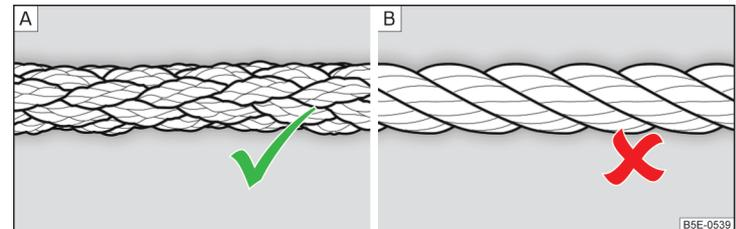

Abb. 339 Geflochtenes Abschleppseil / Gewundenes Abschleppseil
Zum Abschleppen mittels eines Abschleppseils nur ein geflochtenes Kunstfaserseil » Abb. 339 - [\[A\]](#) verwenden » !.
- Zum Abschleppen ist kein gewundenes Abschleppseil zu verwenden » Abb. 339 - [\[B\]](#), die Abschleppöse könnte sich am Fahrzeug herausdrehen - es besteht Unfallgefahr.